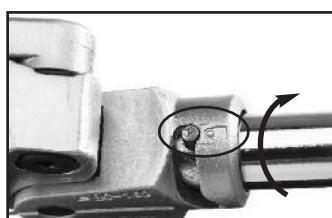

Figura 14 – Pasador en posición "cerrado"
- Gire el Brazo del Carril para que el pasador se traslade a la posición "cerrado" . Asegure que el Brazo esté firme en el Carril (Figura 14).